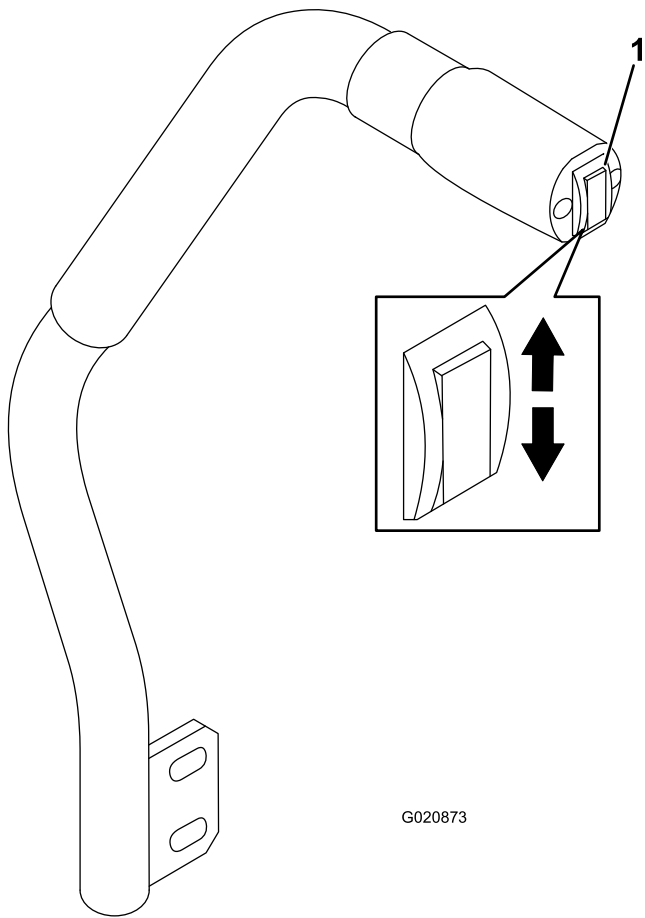

Figura 27
El interruptor de elevación de la carcasa eleva y baja la unidad de corte (Figura 27). El motor debe estar en marcha para poder utilizar esta palanca.
- Para bajar la unidad de corte, presione hacia abajo el interruptor de elevación de la carcasa (Figura 27).
- Para elevar la carcasa, presione hacia arriba el interruptor de elevación de la carcasa (Figura 27).